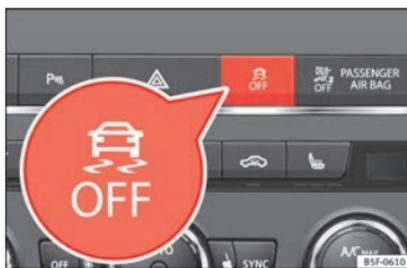

Fig. 146 Consola centrale: Tasto per attivare/disattivare l'ESC e l'ASR
- Premendo il tasto  »» **fig. 146** per circa 1 secondo, la funzione ASR viene disattivata.
- Premendo il tasto  »» **fig. 146** per più di 3 secondi circa, è possibile disattivare il programma elettronico di stabilizzazione (ESC), compresa la funzione ASR.
- La funzione ASR e l'ESC possono essere riattivati premendo il tasto  »» **fig. 146.**